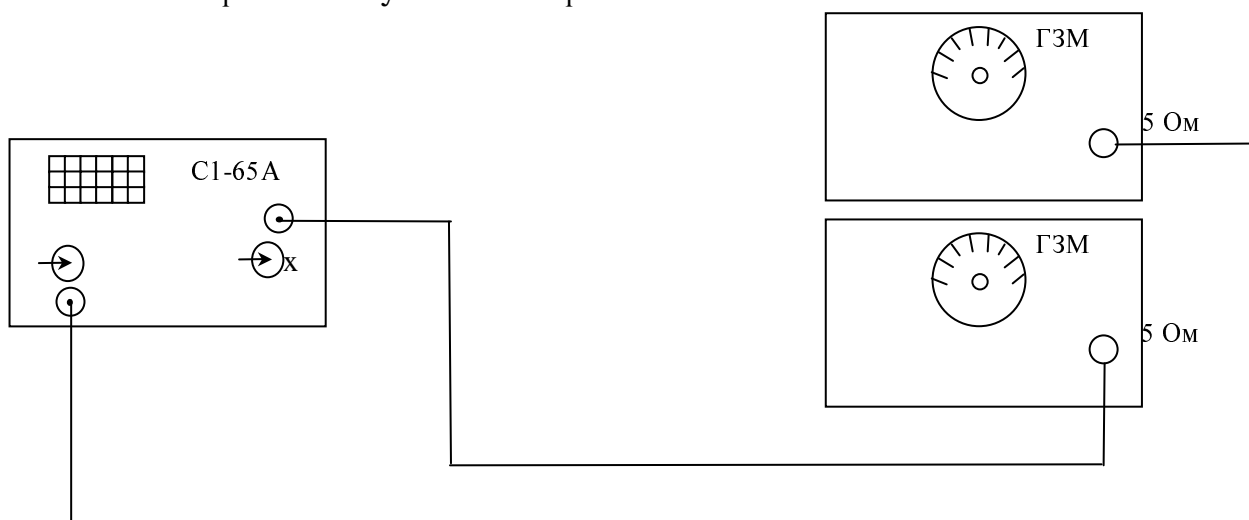

Рис. 4.5
- Соберите схему согласно рис. 4.5